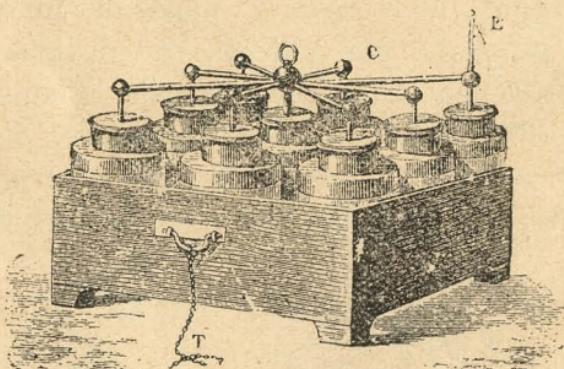

Fig. 179.—Bateria eléctrica.
**6. Batería eléctrica.**—Para construir una batería, se reunen grandes botellas de Leiden ó *jarras*, de modo que sus armaduras de mismo nombre estén en contacto (fig. 179). Para ello, se las coloca en una caja cubierta interiormente de una hoja metálica que reúne las armaduras externas y comunica con el asa de la caja *T*; unas varillas metálicas *C* reúnen las armaduras internas.